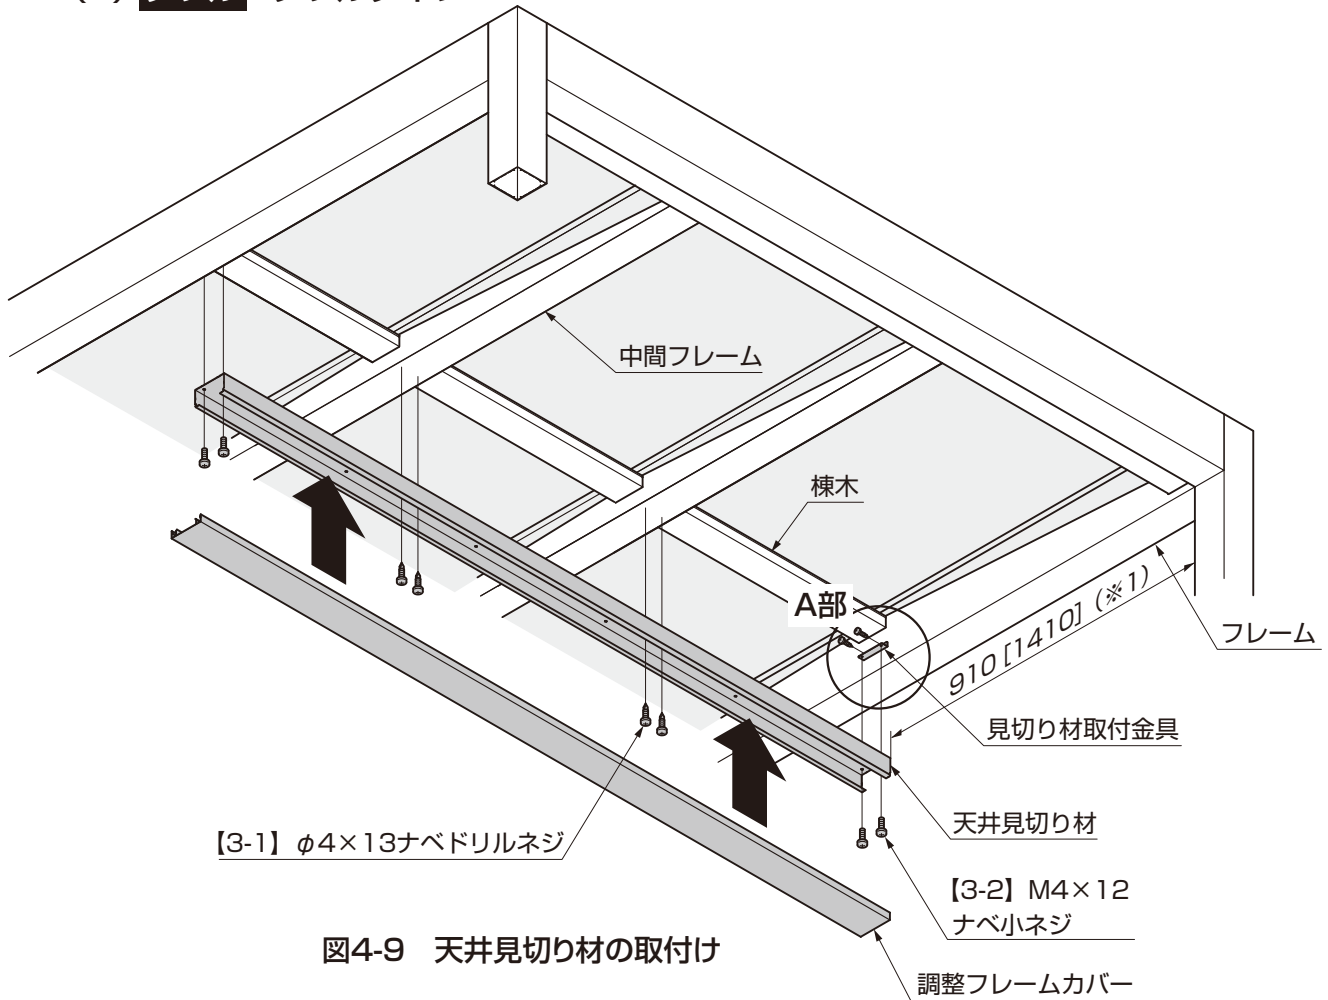
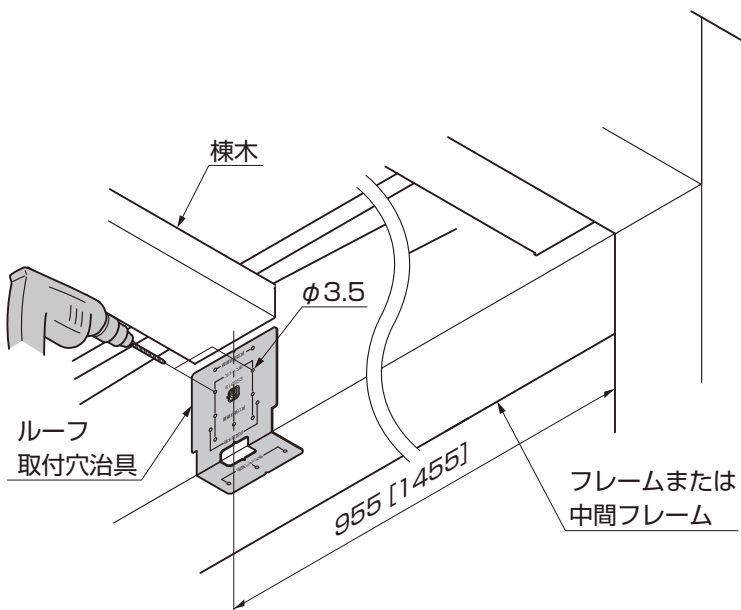

図4-9 天井見切り材の取付け
図4-10 A部詳細図 穴加工
- ① フレームまたは中間フレームにルーフ取付穴治具を使って図4-10の位置にケガキ、φ3.5の穴をあけてください。(図4-9、図4-10参照)
- ③ 天井見切り材を見切り材取付金具に【3-2】で取付けてください。(図4-9参照)
- ④ 天井見切り材を中間フレームに【3-1】で取付けてください。(図4-9参照)
- ⑤ 調整フレームカバーを天井見切り材にはめ込んでください。(図4-9参照)